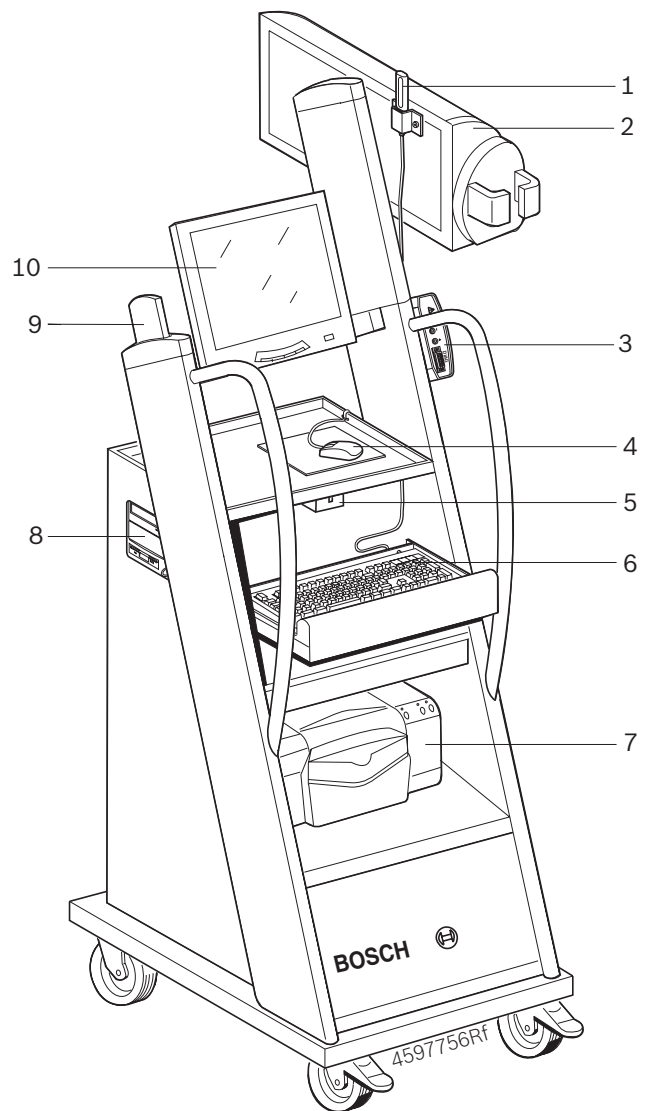

Fig. 1: Vorderansicht
3. Drucker in den Fahrwagen (Fig. 1; Pos. 10) stellen (siehe Einbauanleitung 1 689 978 489).